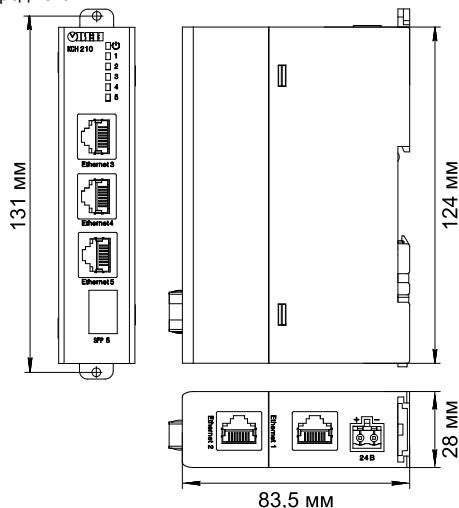

Рисунок 2 – Габаритные размеры
2. Подготовить крепежные отверстия на вертикальной поверхности согласно размерам (см. рисунок 2).